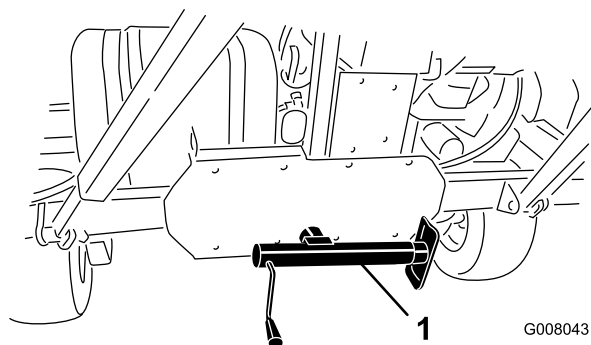

Рисунок 17
4. Для обеспечения устойчивости машины опустите домкрат на землю (Рисунок 17).